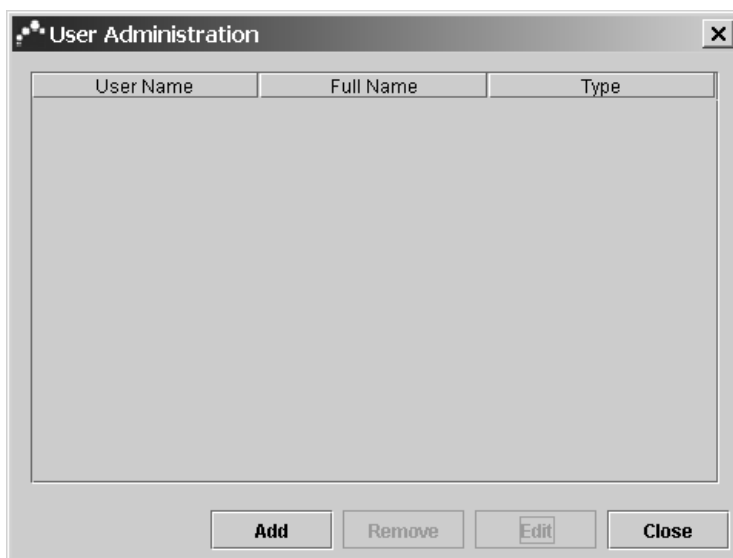

Рис. 2-11. Диалоговое окно User Administration (Администрирование пользователей).
1. В окне ПО системы GeneXpert Dx (Рис. 2-8), в меню **Setup** (Настройка), щелкните **User Administration** (Администрирование пользователей). Появится диалоговое окно User Administration (Администрирование пользователей) (Рис. 2-11).
1. В диалоговом окне User Administration (Администрирование пользователей) (Рис. 2-11), в столбце **User Name** (Имя пользователя), выберите пользователя, данные которого нужно изменить.
Для удаления пользователя в диалоговом окне User Administration (Администрирование пользователей) (Рис. 2-11) выберите пользователя и щелкните **Remove** (Удалить). Щелкните **Close** (Заккрыть), чтобы сохранить изменения и закрыть диалоговое окно.